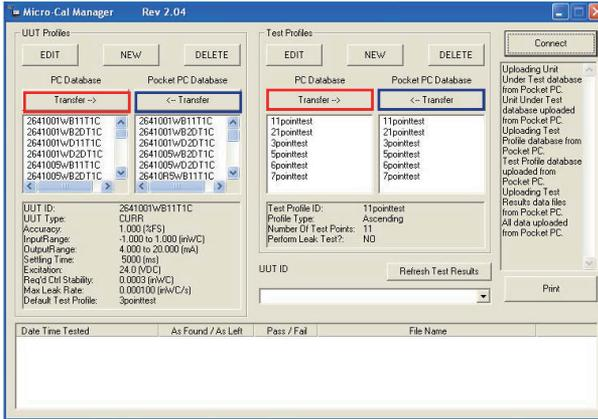

图30
1. 传输配置文件时，如果目标数据库中存在相同ID的配置文件，它将会被覆盖。请参见图30。